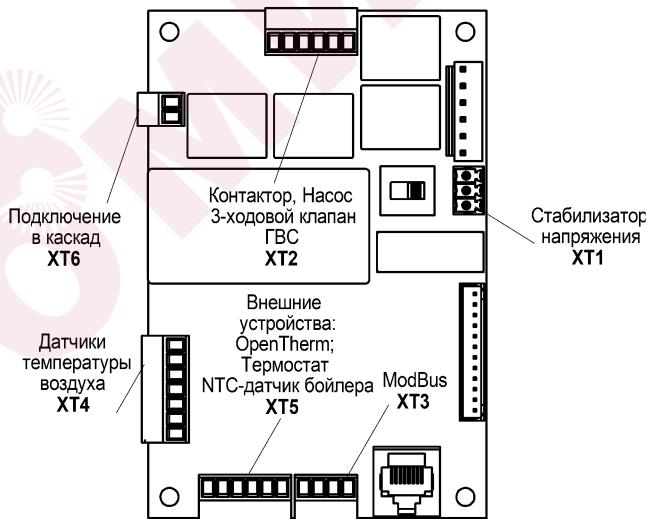

Рисунок 8. Основные разъёмы платы контроллера
6.4.2 Назначение основных разъёмов платы контроллера (подключение внешних устройств) для исполнений NEXT PLUS-3....28 показано на рис. 8.